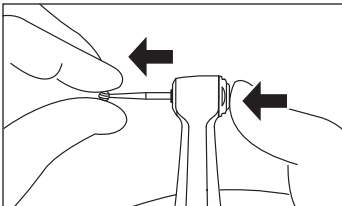

図3
- プッシュボタンを押しながらバー/ファイルを取り外します。（図3）